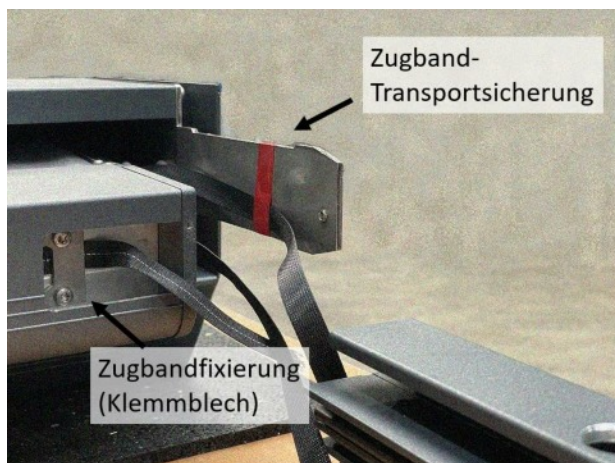

Abbildung 14: Zugbandfixierungen
Schritt 1: Lösen Sie die Zugbandfixierung (Abbildung 14: Zugbandfixierungen) und ziehen Sie ohne große Kraft am Zugband bis Tuch und Zugband straff sind. Dabei kommt die Ausfallstange ca. 20 cm nach vorne. Schrauben Sie die Zugbandfixierung anschließend wieder fest.